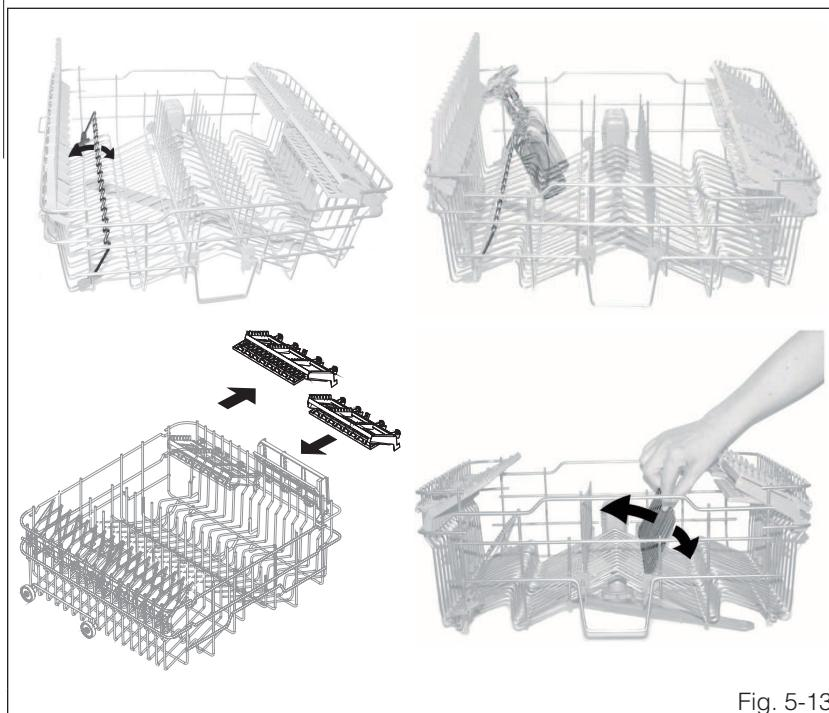

Fig. 5-13
5.4.3 Cesto superior (véase la fig. 5-13)